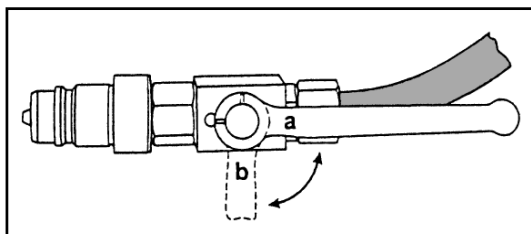

Fig. 3-13
- Fermer le robinet à tournant sphérique (fig. 3-13)